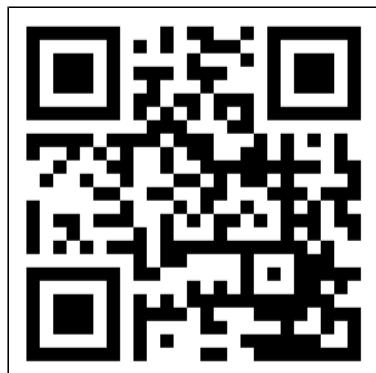

Figure 120.
1. Otvorte príručku k aplikácii Eurom Smart pomocou kódu QR (Figure 120) alebo prejdite na stránku www.eurom.nl/manuals.